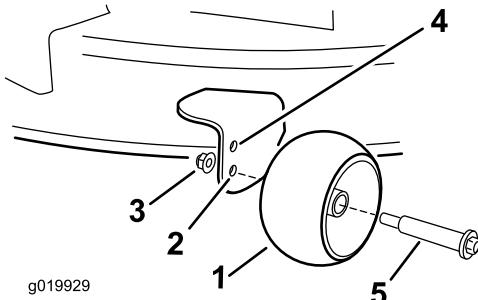

Figure 18
- Trous supérieur – utilisez cette position pour les hauteurs de coupe du tablier de coupe jusqu'à 63mm (2-1/2 po) (Figure 18).
- Trous inférieur – utilisez cette position pour les hauteurs de coupe du tablier de coupe à partir de 76mm (3 po) (Figure 18).